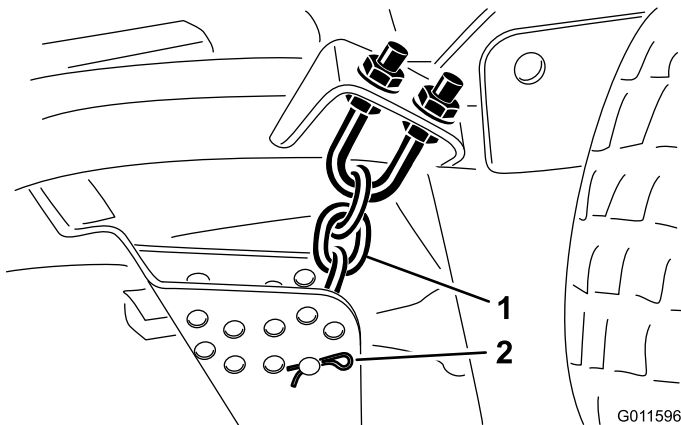

Figure 16
- Enlevez la goupille fendue et l'axe de chape qui fixent les chaînes de hauteur de coupe à l'arrière du plateau (Figure 16).